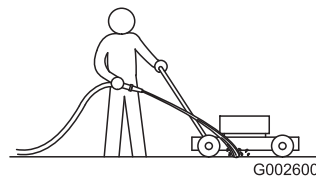

Figure 21
1. Mettez le moteur en marche lorsque la tondeuse se trouve sur une surface revêtue plane et dirigez un jet d'eau devant la roue arrière **droite** (Figure 21).